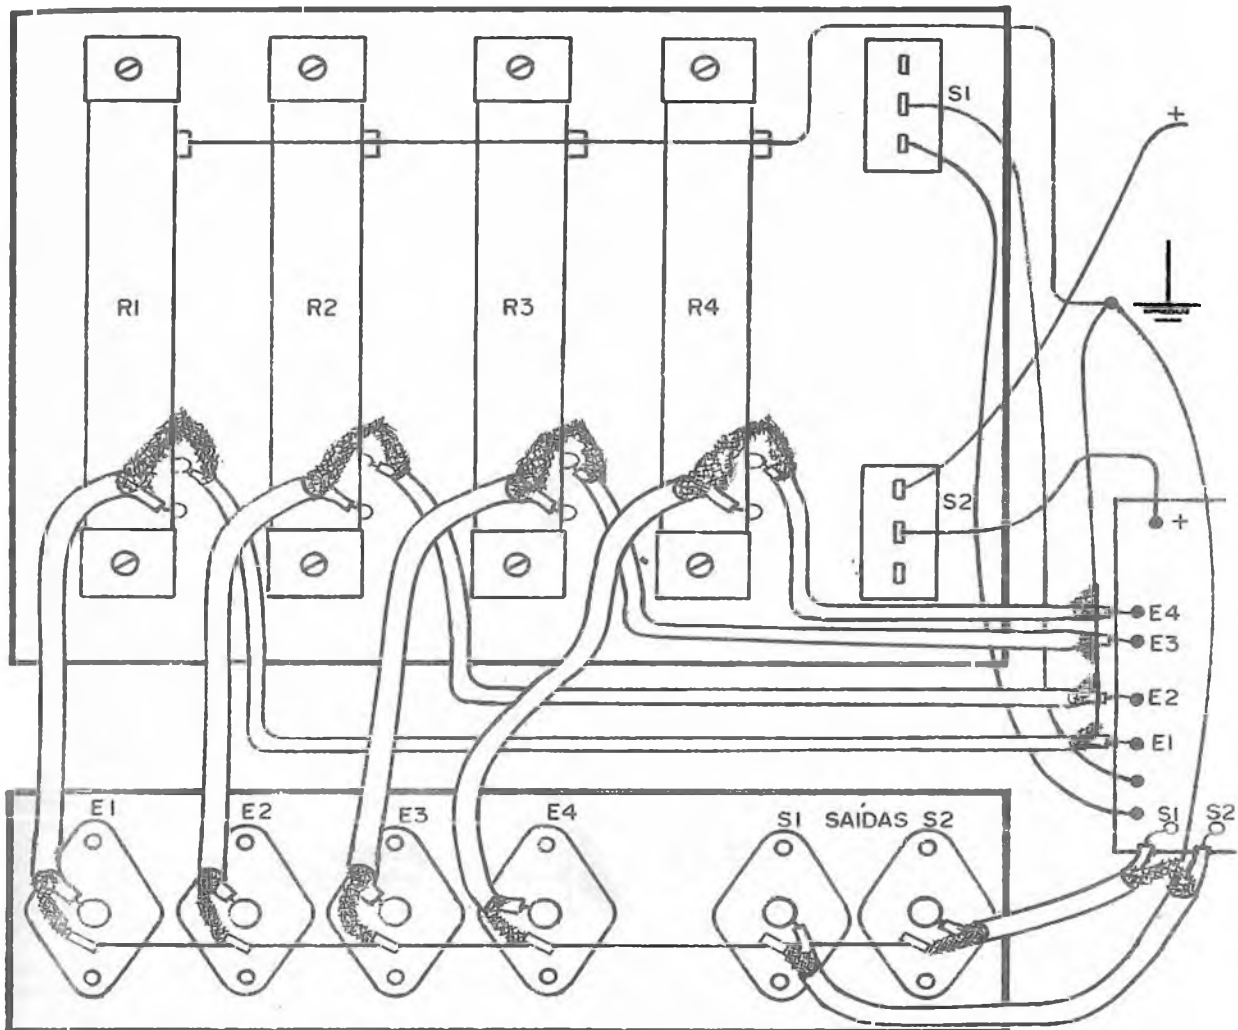

Figura 9
e) Terminada a placa de circuito impresso, prepare a caixa fixando na mesma os potenciômetros, os jaques de entrada e saída e os interruptores S1 e S2 conforme sugere a figura 9.